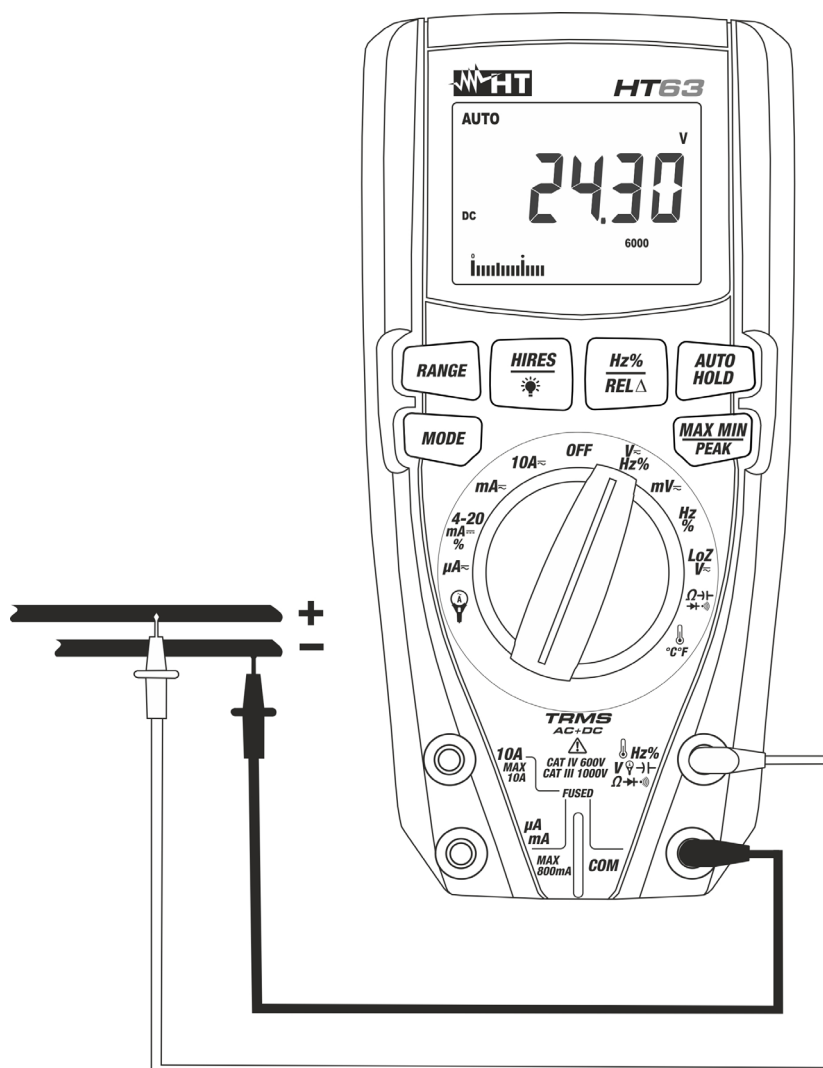

Fig. 2: Uso do instrumento para a medição de Tensões CC
3. Colocar a ponteira vermelha e a ponteira preta respetivamente nos pontos com potencial positivo e negativo do circuito em exame (ver Fig. 2). O valor da tensão é apresentado no display
5. A visualização do símbolo "-" no display do instrumento indica que a tensão tem sentido oposto em relação à conexão da Fig. 2.
4. Colocar a ponteira vermelha e a ponteira preta respetivamente nos pontos do circuito em exame (ver Fig.4) para a medição de tensões CA ou nos pontos com potencial positivo e negativo do circuito em exame (ver Fig.2) para a medição de tensões CC. O valor da tensão é apresentado no display.
6. A visualização do símbolo "-" no display do instrumento indica que a tensão tem sentido oposto em relação à conexão da Fig.2.